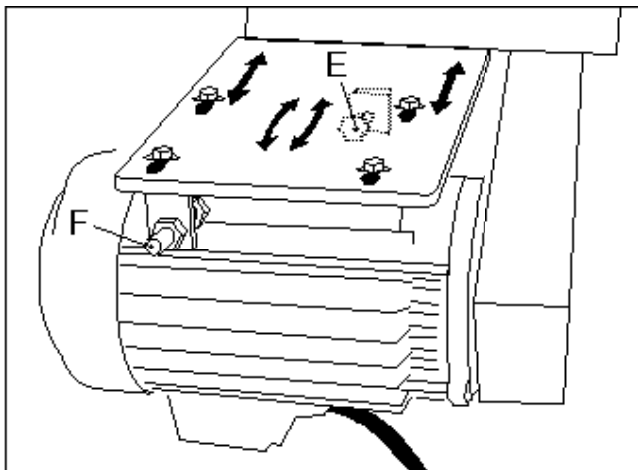

Fig. 13
- Kilrepen justeras (sträcker) genom att motorns fästbultar lossas (inte helt). Bulten **E** används för att sträcka/slacka kilrepen och bulten **F** används för att justera motorns vinkel i förhållande till kilrepen. Se *fig. 13*.